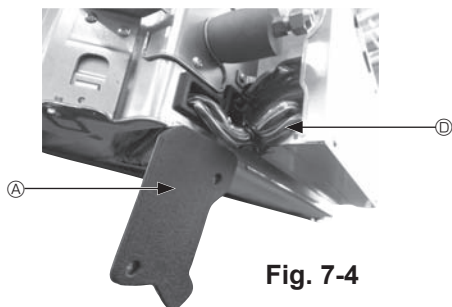

Fig. 7-4
- ① Retirez les deux vis de fixation du couvercle des fils de l'appareil principal, puis ouvrez le couvercle.
- ② Faites passer les fils du capteur i-See et du récepteur de signal dans les entrées de fils du boîtier des composants électriques, comme montré sur le schéma, et autour des traversées isolées sur le côté de l'appareil principal. (Fig. 7-4) Lors du passage des câbles, ouvrez le collier qui fixe le fil de jonction de la grille, puis fixez le fil de jonction de la grille et les fils du capteur i-See et du récepteur de signal à l'aide du collier.